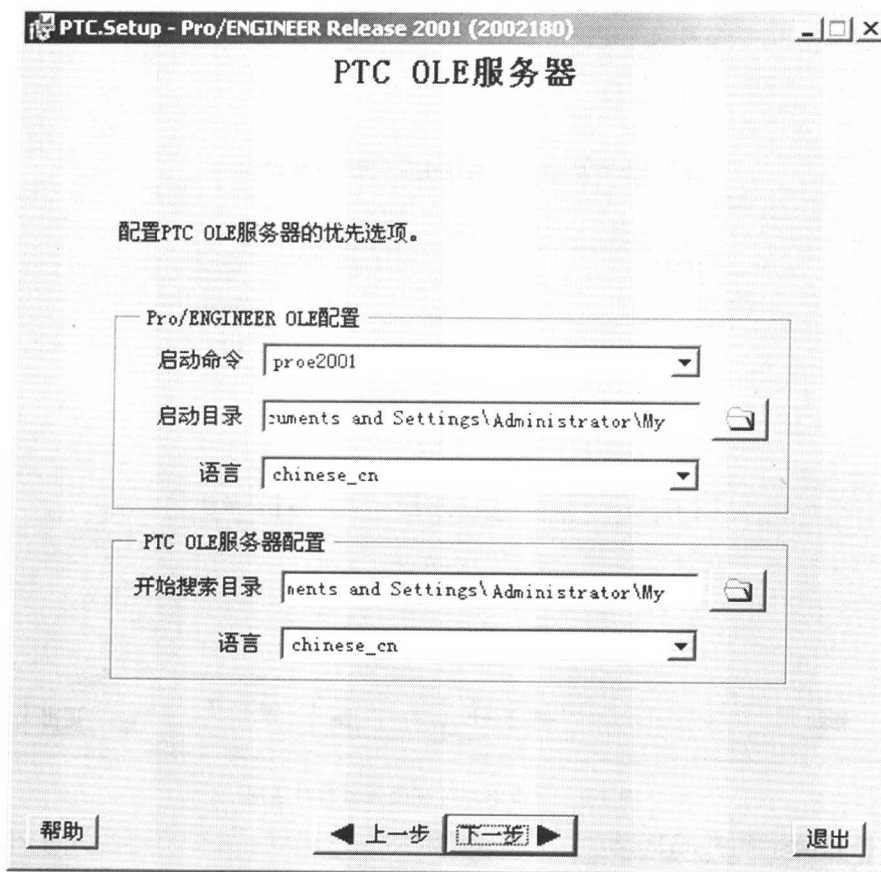

图 1-8 “PTC OLE 服务器”对话框
(8) 出现“PTC OLE 服务器”对话框,如图 1-8 所示。用户在语种一栏中选择 chinese_cn,其它选项接受系统的默认配置,单击 **下一步** 按钮。进入“Windows 优先选项”对话框,在“Windows 快捷方式优先选项”中勾选“桌面”选项,其它接受默认配置,单击